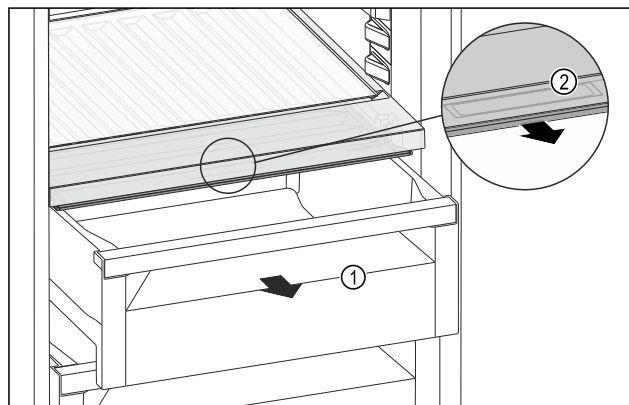

Fig. 133
- Витягніть висувний ящик Fig. 133 (1).
- Візьміться за потайну ручку Fig. 133 (2) на кришці відділення й одночасно потягніть кришку відділення вперед.